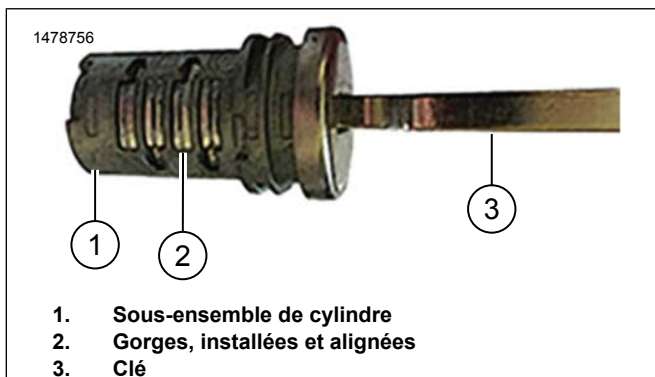

Figure 6. Serrure complète assemblée
8. Voir la Figure 6. En maintenant les gorges bien en place, installer la clé dans le sous-ensemble de cylindre.